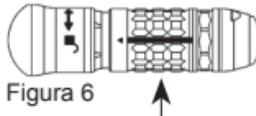

Figura 6
3. Segure a peça de mão com firmeza com uma mão e com a outra mão empurre e rode a manga de libertação do dispositivo de fixação até a seta estar alinhada com o símbolo de desbloqueio (Figura 6).